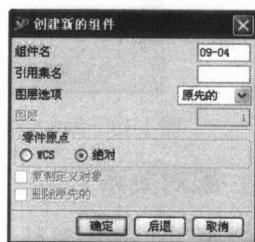

图 1-12 创建新的组件对话框
(3) 在对话框中输入文件名, 单击【OK】按钮, 系统弹出如图 1-12 所示对话框, 要求用户设置组件的相关信息。